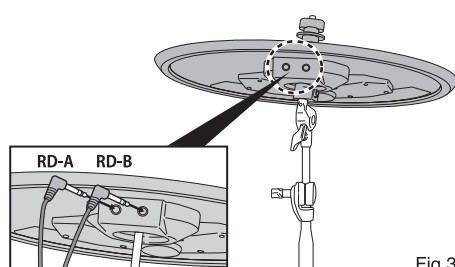

Fig.31
5. Connect the Cables (Labeled as RD-A and RD-B) to Ride Cymbal Pad from the Sound Module (Fig.31).
ケーブルRD-A, RD-Bを各ジャックに接続します (Fig.31)。